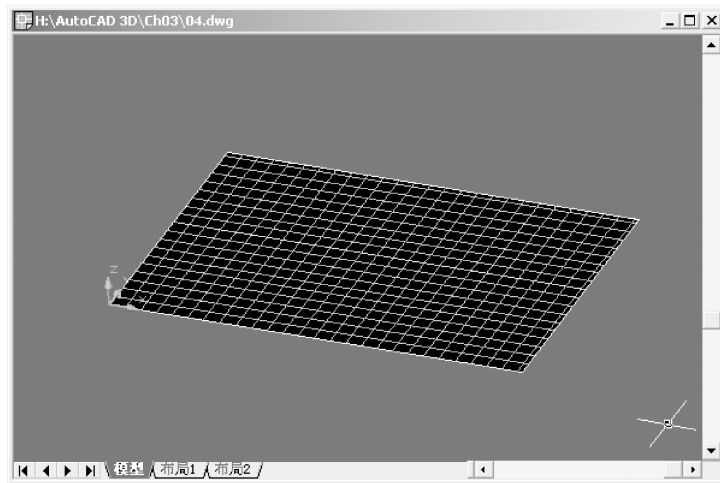

图 3-9 在图形中显示栅格
(2) 选中快捷菜单中的“形象化辅助工具”→“栅格”菜单项，可以在 UCS 构造平面上显示栅格，以显示构造平面的位置，如图 3-9 所示：
(3) 选中快捷菜单中的“形象化辅助工具”→“UCS 图标”菜单项，可以在图形中显示 UCS 图标，参见图 3-9。